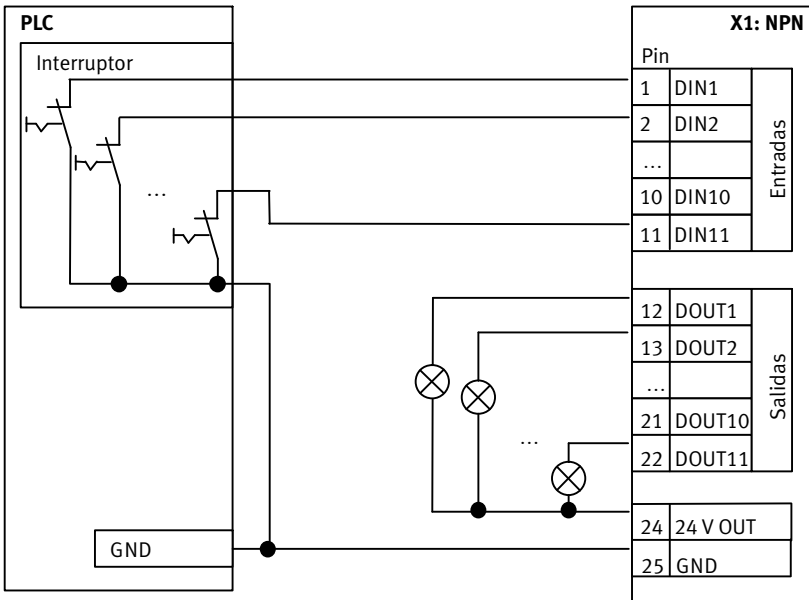

Fig. 4.3 Conexión de la variante de interfaz NPN (CMMO-...DION)
- Tipo CMMO-...-DION = lógica negativa NPN (→ Fig. 4.3)